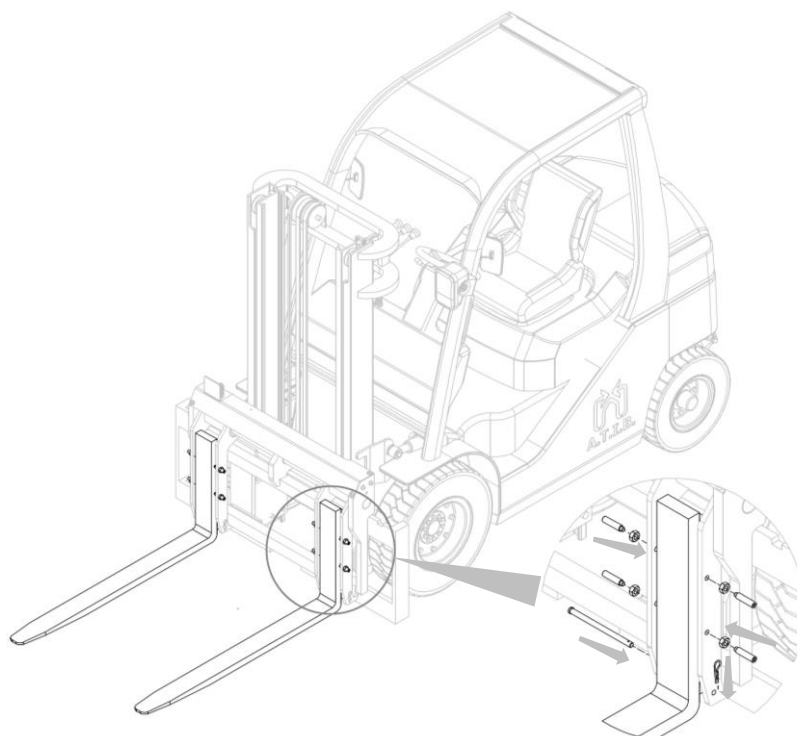

Figura 11
2. Aplicar las horquillas, atornillar los topes al lado de los soportes y posicionar los pasadores inferiores (mira Punto) para fijar las horquillas (mira Figura 11).